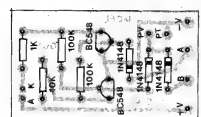

Fig. 10
- FIG. 10 - CHAPEADO DO MOFI - Pontos que precisam de mais atenção: posicionamento dos dois BC548, cada um deles com o lado "chato" voltado para uma direção diferente; colocação dos três di-